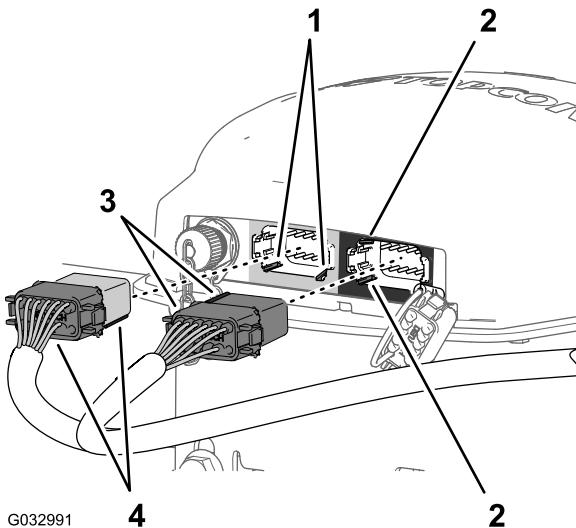

Рисунок 141
разъема жгута проводов передачи данных, обозначенного AGI4, КОНТРОЛЬНАЯ ТОЧКА "A" (**СЕРЫЙ**), с 2 контрольными пазами в нижней горизонтальной стенке левого (серого) 12-штыревого разъема навигационного приемника (Рисунок 141).
4. Вставьте разъем AGI4 КОНТРОЛЬНАЯ ТОЧКА "A" (**СЕРЫМ**) жгута проводов передачи данных в левый (**серый**) 12-штыревой разъем навигационного приемника так, чтобы разъемы надежно зафиксировались со щелчком (Рисунок 141).
разъема навигационного приемника (Рисунок 141).
6. Вставьте разъем AGI4 с ключом СОВМЕЩЕНИЯ "B" (ЧЕРНЫМ) жгута проводов передачи данных в правый (черный) 12-штыревой разъем навигационного приемника так, чтобы соединители надежно зафиксировались со щелчком (Рисунок 141).